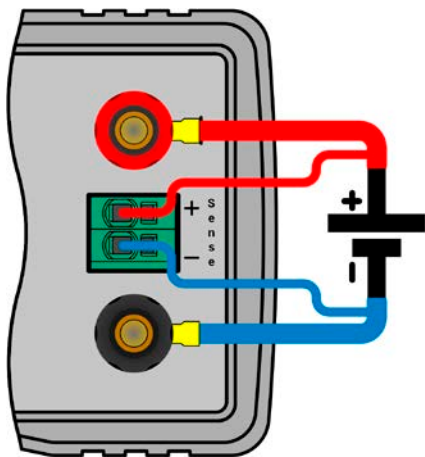

Рисунок 12 - Пример соединения удалённой компенсации
- Удалённая компенсация напряжения эффективна только при режиме постоянного напряжения (CV) и для других режимов работы, вход sense должен быть отключен по возможности, тогда как его подключение ведёт к увеличению колебаний.
- Кабели Sense должны быть подключены + к + и - к - на источнике, в противном случае, вход Sense электронной нагрузки будет повреждён. Смотрите Рисунок 12 ниже.